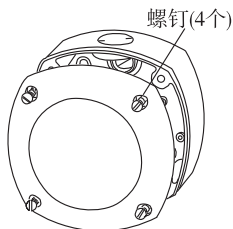

图7
- 松开半球罩上的四个螺钉，不要把螺钉从半球罩上卸下。（见图7）